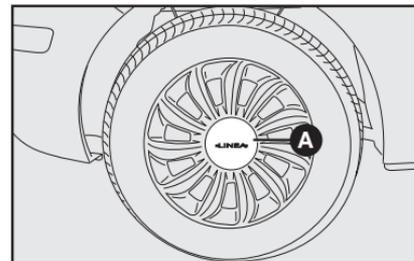

fig. 4
- Para ruedas de aleación, saque el embellecedor central **A-fig. 4**, cuando disponible, utilizando un destornillador en el local apropiado.